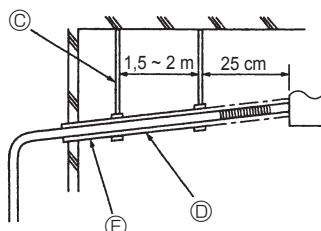

Fig. 8-2
- (4) Sørg for, at drænrørets strømningsretning er over 1/100. (Fig. 8-2)